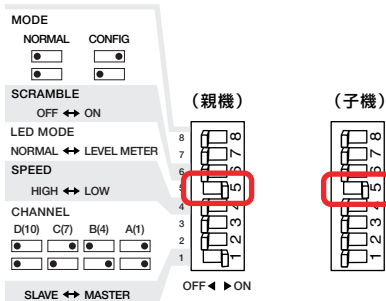

図 28 レベルメータモード
- 2 親機、子機のディップスイッチ 5「LED MODE」を「ON」に設定し、電源スイッチを ON にします\*11 (図 28)。